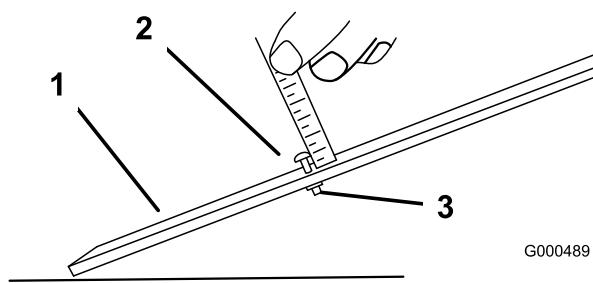

図10
- ゲージバーのナットをゆるめ、調整ネジを希望の刈り高に合わせる(図10)。ねじ頭の下からバーの表面までの距離が刈り高となる。